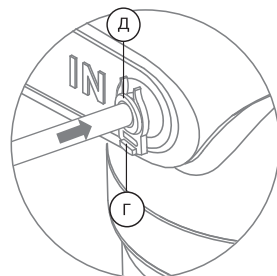

Рис. 15
1. Отсоедините стопорную клипсу (Г), затем вставьте до упора в фитинг трубку, проведя ее через цанговое кольцо (Д) (рис. 15). Для герметизации соединения приложите дополнительное усилие, при этом трубка утопится еще примерно на 3 мм и будет плотно обжата резиновым кольцом.